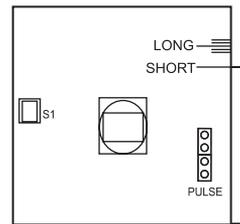

Рис. 5
- При размере помещения 3-6 м: установите плату на указатель **SHORT**. Для этого совместите указатель на корпусе извещателя с отметкой **SHORT** и закрепите фиксирующим шурупом (Рис.5).